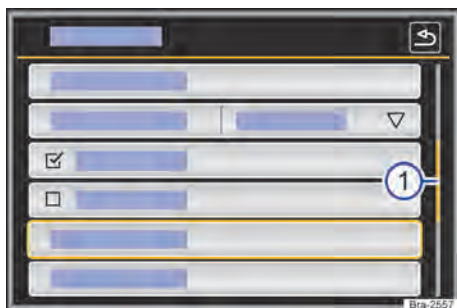

Fig. 97 Representación esquemática: entradas de la lista en el menú de configuraciones.
Se puede acceder a las entradas de la lista mediante un toque directo en el display o por medio de la tecla de regulación → fig. 97 (4).
Si en una vista de lista hay más registros seleccionables de los que se puede ver, se muestran botones de función para desplazar o una barra de desplazamiento a la derecha en la imagen → fig. 97 (1).